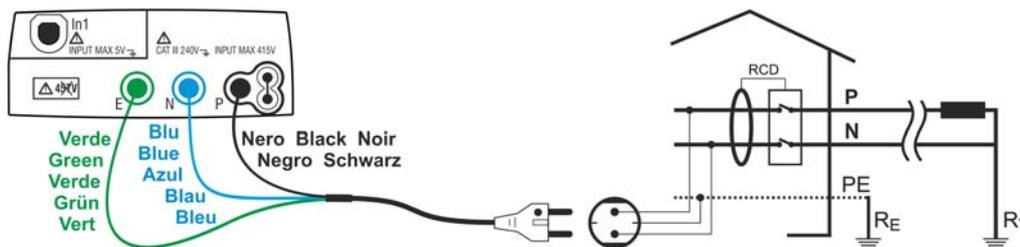
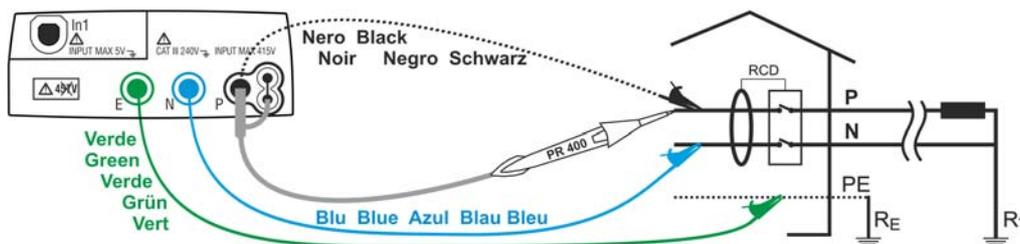
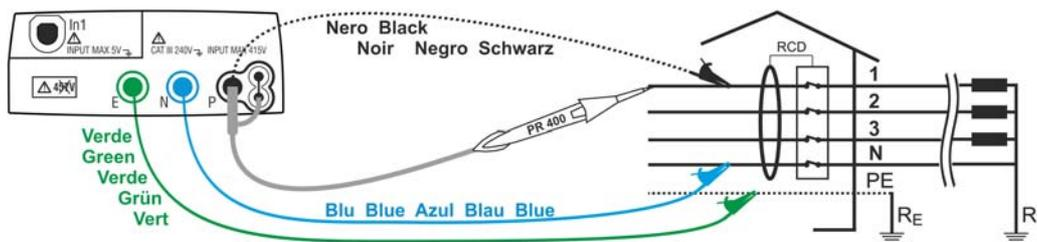

Fig. 20: Misurazione della resistenza globale di terra in impianti monofase o bifase 230V tramite spina shuko
Fig. 21: Misurazione della resistenza globale di terra in impianti monofase o bifase 230V tramite cavi singoli e puntale remoto
Fig. 22: Misurazione della resistenza globale di terra in impianti trifase 400V + N + PE tramite cavi singoli e puntale remoto
4. Inserire i connettori verde, blu e nero del cavo shuko a tre terminali nei corrispondenti terminali di ingresso dello strumento E, N, P. In alternativa utilizzare i cavi singoli ed inserire all'estremità dei cavi rimasta libera i corrispondenti coccodrilli. Eventualmente utilizzare il puntale remoto inserendone il connettore multipolare nel terminale di ingresso P. Connettere la spina shuko, i coccodrilli od il puntale remoto alla rete elettrica in accordo alle Fig. 20, Fig. 21, Fig. 22 e Fig. 23.